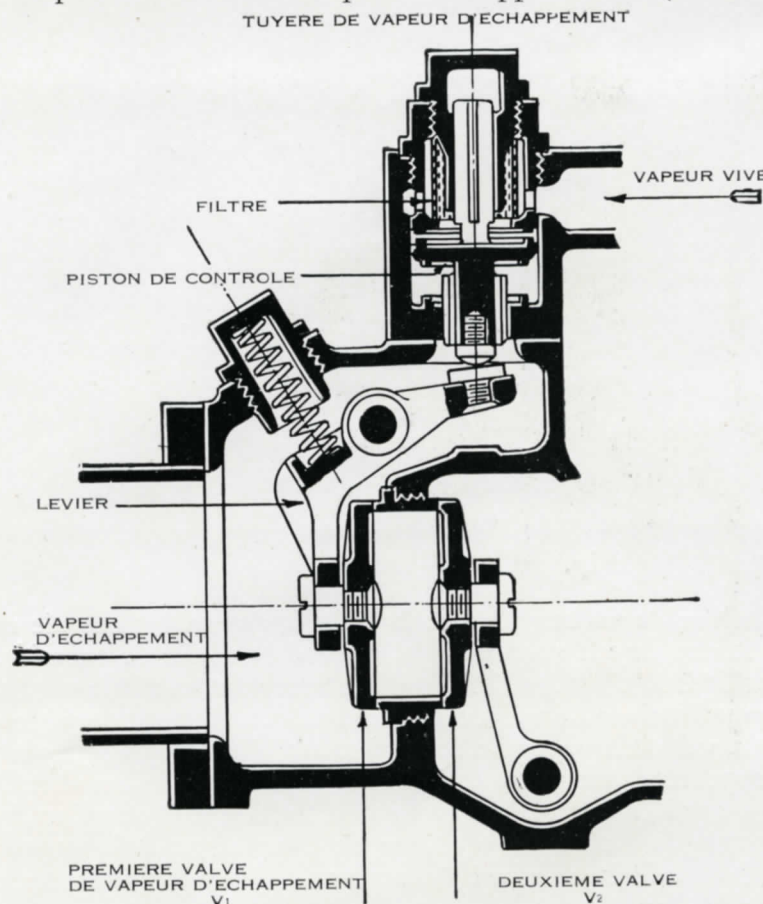

Fig. 3
(1) Une Valve de Vapeur d'Echappement actionnée par la Vapeur (Fig. 3).
La fonction de ces valves (Fig. 3) est d'admettre de la vapeur d'échappement à l'injecteur pendant la marche à régulateur ouvert, et d'empêcher toute fuite de vapeur vive dans le tuyau d'arrivée de vapeur d'échappement, pendant le fonctionnement de l'injecteur à la vapeur vive; enfin, d'empêcher le passage de la vapeur d'échappement dans l'injecteur quand ce dernier ne fonctionne pas.